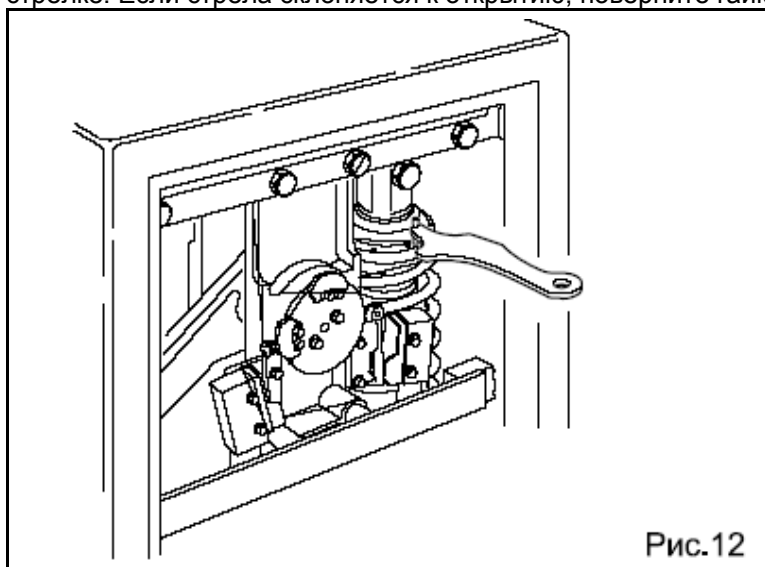

Рис.12
- Настройте предустановочную кольцевую гайку, используя поставляемый гаечный ключ, как показано на рис.12. Стрела считается правильно отрегулированной, когда она достаточно устойчива в положениях 0° и 90° . Если стрела склоняется к закрытию, поверните гайку по часовой стрелке. Если стрела склоняется к открытию, поверните гайку против часовой стрелки.